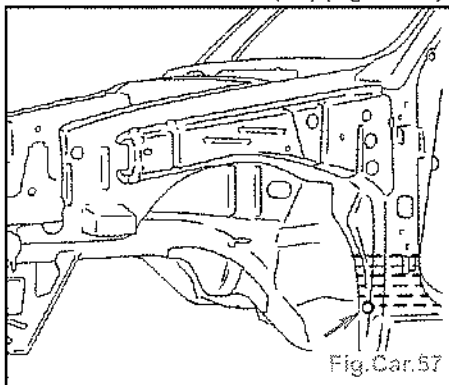

Fig. Car.57
- Pulvériser de la mousse (C6) (Fig. Car.57).